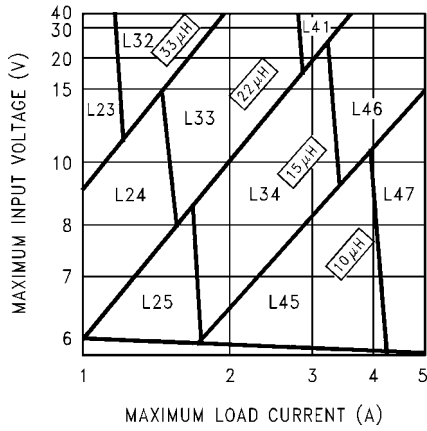

FIGURE 3. LM2679-3.3
ステップ 3: Figure 3 ~ 6 の 4 つのノモグラフの 1 つを使用して、必要なインダクタを決定します。インダクタのメーカー名と部品番号は Table 1 に記載されています。
**ステップ 3:** 3.3V デバイス用のノモグラフである Figure 3 を使用します。16V の横線 ( $V_{IN\ max}$ ) と 4A の縦線 ( $I_{load\ max}$ ) の交点から、 $15\mu\text{H}$  のインダクタ L46 が必要なのがわかります。